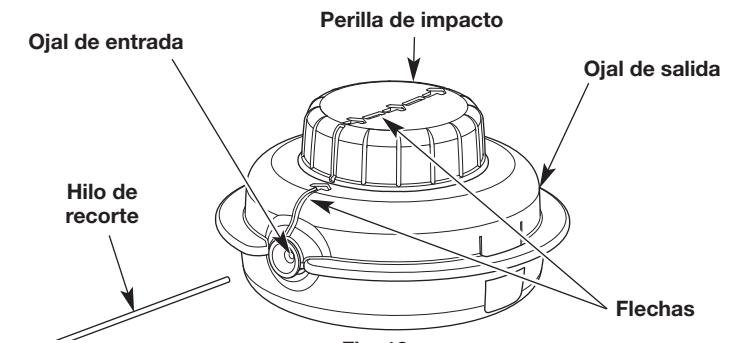

Fig. 18
3. Gire la perilla de impacto en el sentido de las agujas del reloj para alinear las flechas (Fig. 18).
4. Inserte el nuevo hilo de recorte en el ojal de entrada (Fig. 18). Oprima el hilo a través del cabezal de corte hasta que sobresalgan unas pulgadas por el ojal de salida. Tire del hilo hasta que los extremos tengan la misma longitud.